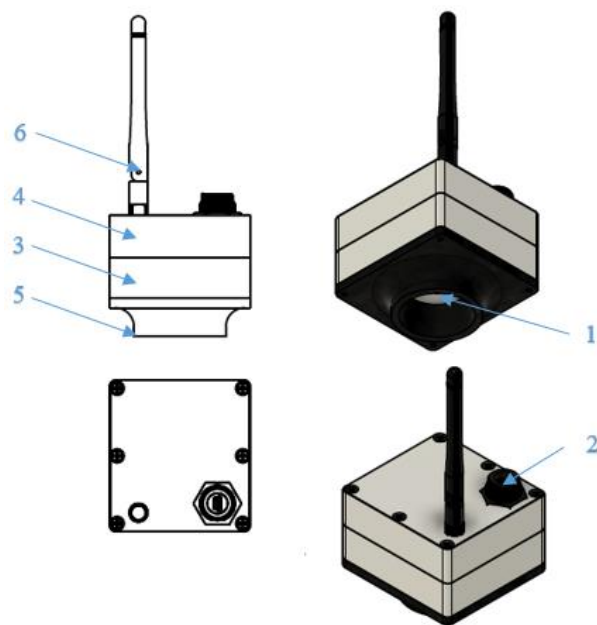

Рисунок 6. PGT-LC-03,04: 1 - разъем для подключения ИТМ (если предусмотрено),
3.2.5. Для исполнений РГТ-ЛС-Х3, Х4 смонтировать антенну (Рисунок 6,7 – п.6).